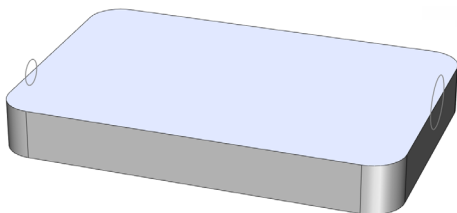

图 5-28 打开素材模型
(1) 单击常用工具栏中的【打开】按钮，打开一幅素材模型，如图 5-28 所示。